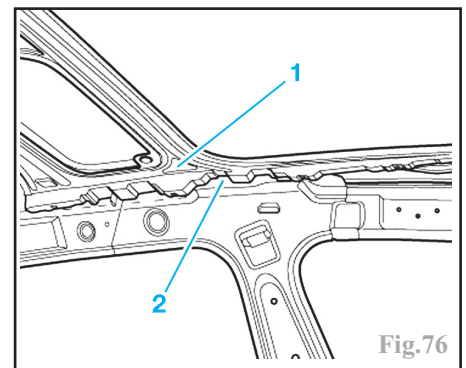

Fig.76
Sur les véhicules sans toit ouvrant coulissant / relevable, il ne faut pas découper le renfort (raidisseur de pavillon). Sur les véhicules équipés d'un toit ouvrant coulissant / relevable, il faut d'abord découper la partie centrale de pavillon, découper le renfort (1) du cadre (2) et le ressouder après le soudage de la partie centrale de pavillon (Fig.76)